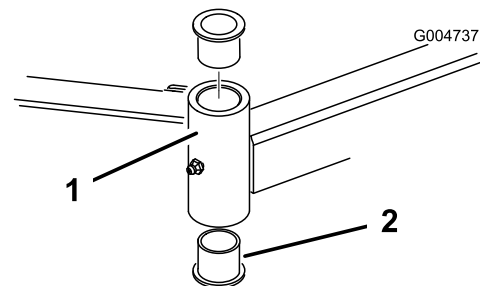

図 24
4. ピンポンチを使って、チューブの上または下からブッシュをたたき出す 図 24。もう1個のブッシュについても同様にして取り出す。チューブの内部をきれいに清掃する。